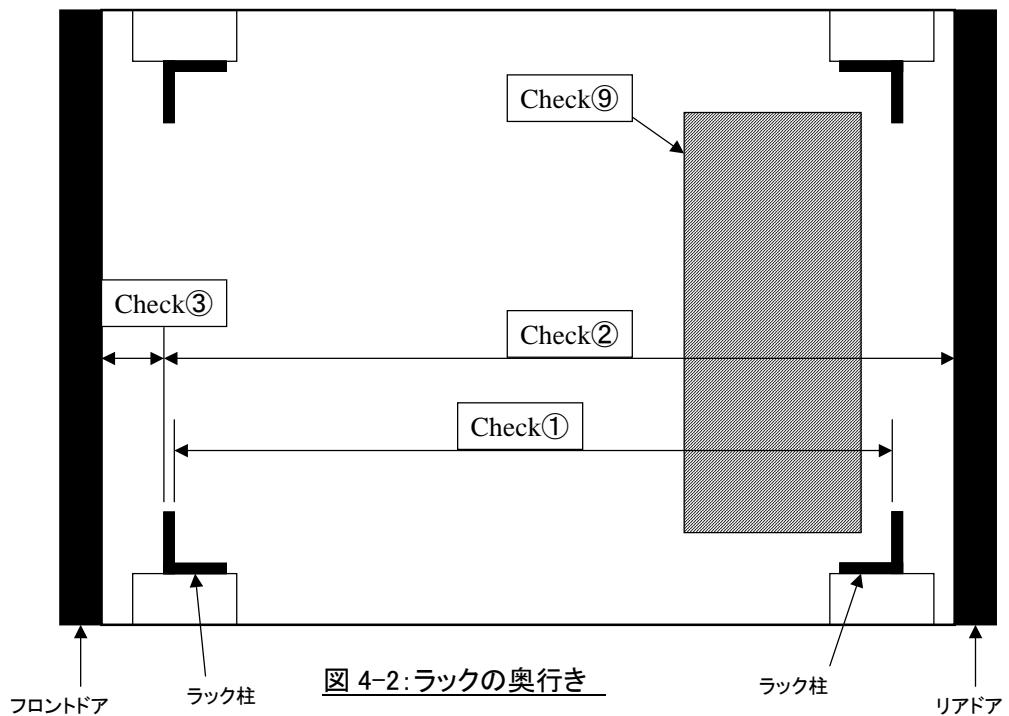

図 4-2: ラックの奥行き
Check①: 前後ラック柱の間隔の内寸 (図 4-2 参照)
Check②: 前ラック柱の外側より後ドア内側までの寸法 (図 4-2 参照)
Check③: 前ラック柱の外側より前ドア内側までの寸法 (図 4-2 参照)
Check⑨: ケーブル取出し口 (図 4-2、5 参照)